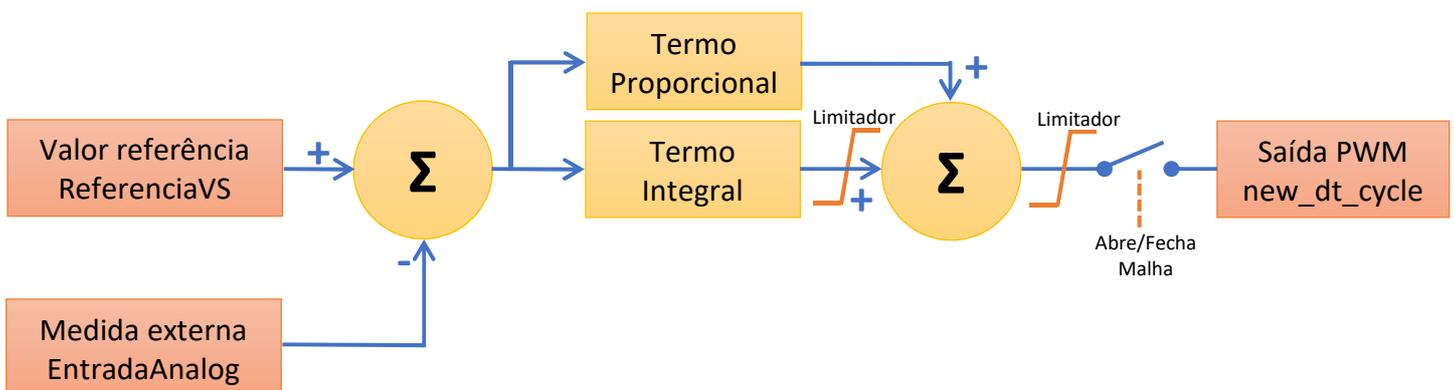

Fig. 3 - Algoritmo de controle básico do microcontrolador.
20. O controle executado no microcontrolador é mostrado na Fig.3. Identifique nesse algoritmo cada um desses blocos e sistemas.